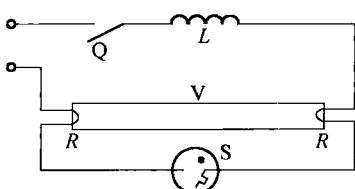

图 1-1 日光灯线路
(1) 日光灯线路的安装。按图 1-1 连接好电路，其中，Q 为开关，L 为镇流器，V 为日光灯灯管，R 为灯丝，S 为启辉器。
(2) 日光灯电路通电观察。接好电路后，合上开关，应看到启辉器有辉光闪烁，灯管在 3s 内正常发光。
(3) 日光灯电路故障分析与检测。合上开关后，如果发现灯管不发光，说明电路或灯管有故障，应进行故障分析和检测，其步骤如下：
① 用测电笔或万用表检查电源电压是否正常。确认电源有电后，闭合开关，转动起辉器，检查起辉器与起辉器座是否接触良好。如果仍无反应，可将起辉器取下，查看起辉器座内弹簧片弹性是否良好，位置是否正确，若不正确则用旋具修正，使其复位。
② 用测电笔或万用表检查起辉器座上有无电压，如有电压，则起辉器损坏的可能性很大，可以换一只起辉器重试。
③ 若测量启辉器座上无电压，应检查灯脚与灯座是否接触良好，可用两手分别按住两个灯脚挤压，或用手握住灯管转动一下。若灯管开始闪光，说明灯脚与灯座接触不良，可将灯管取下来，将灯座内弹簧片拨紧，再把灯管装上。